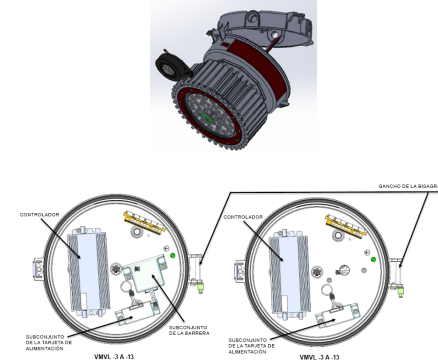

FIGURA 6
2. Cierre todas las entradas no usadas del conducto con los tapones de conducto proporcionados. Para evitar el desgaste por roce y garantizar una impermeabilidad absoluta, lubrique los tapones del conducto con el lubricante HTL de la serie Crouse-Hinds de Eaton antes de la instalación, y asegure firmemente con la llave inglesa con al menos cinco (5) roscas completas acopladas (42-52 ft-lb para tapones de 3/4" y 58-68 ft-lb para tapones de 1").
3. Sostenga la luminaria LED en el gancho de la bisagra que se encuentra en el módulo de la cubierta. Consulte la Figura 6.